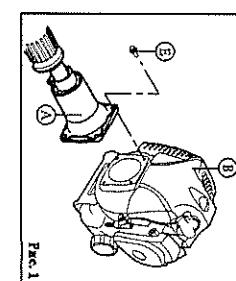

Рис. 1
**1. Установка двигателя (Рис. 1)**